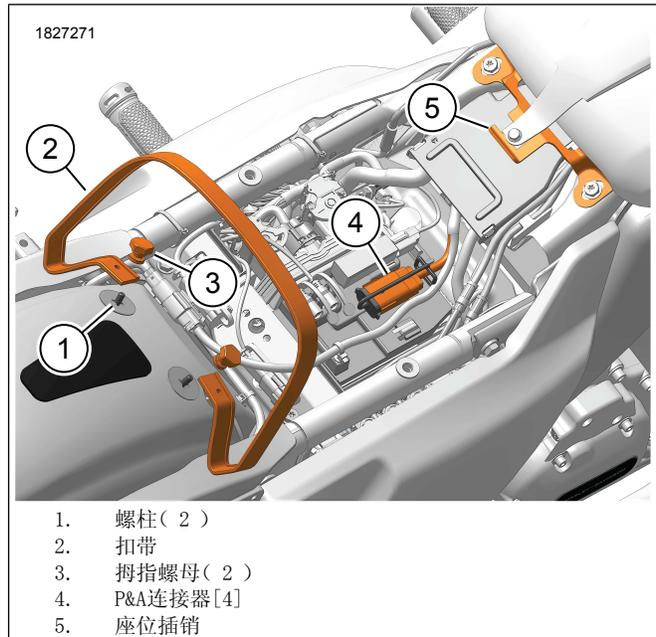
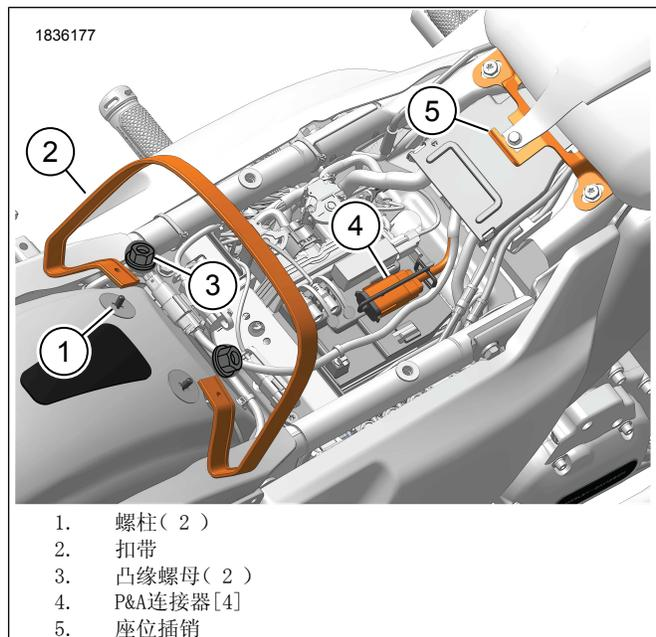
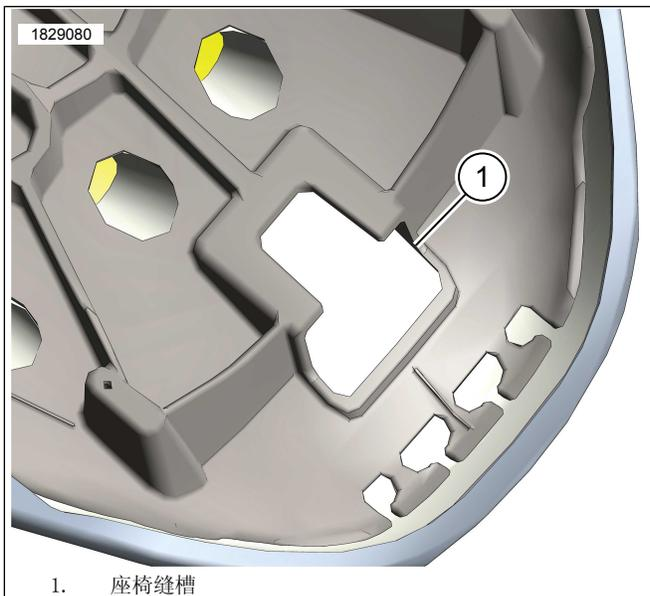

图2。部件位置
图3。部件位置
图5。座椅安装槽
- 参见图2。配有拇指螺母的车辆应遵循步骤1a和1b。
- 参见图3。配有凸缘螺母的车辆应遵循步骤1a和1c。
1. 参见图2和图3。安装新扣带。
3. 参见图2和图5。将后座穿过扣带(2)插入，直到座椅前端下侧的座椅安装槽(1)位于座椅舌片(5)后方。